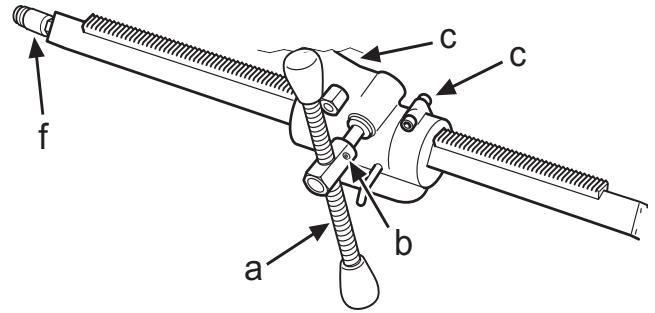

Fig.10
- Para trasladar la palanca de alimentación (a) al lado opuesto, aflojar el tornillo de fijación (b), fijación Allen de 6 mm (fig. 10).
- El huelgo respecto a la columna de perforación se puede ajustar a un juego mínimo con 2 tornillos (c) (fig. 10).
- Para deslocar a alavanca de alimentação (a) para o lado oposto, afrouxar o parafuso de fixação (b), fixação Allen de 6 mm (Fig. 10).
- A folga em relação à coluna de perfuração pode ser ajustada a um mínimo, com a ajuda de 2 parafusos (c) (Fig. 10).
- To move the feed lever (a) to the opposite side, loosen the locking screw (b), 6 mm hex drive, (Fig. 10).
- The play on the drill column can be adjusted to a minimum with the help of 2 screws (c) (Fig. 10).